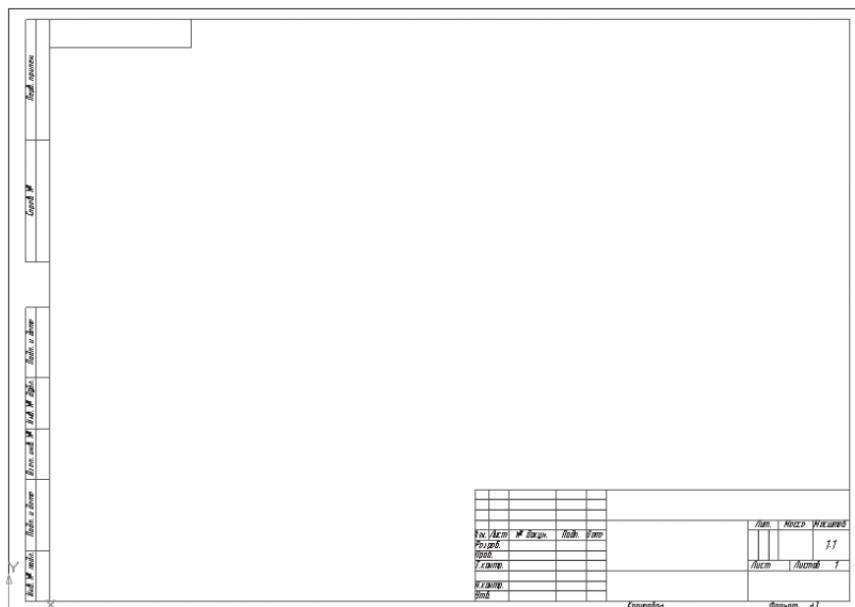

Рис. 291
- нажмите кнопку **Показать все**  на панели **Вид** – вы получили лист заданного формата, ориентации и стиля (стандартный) – рис. 291.